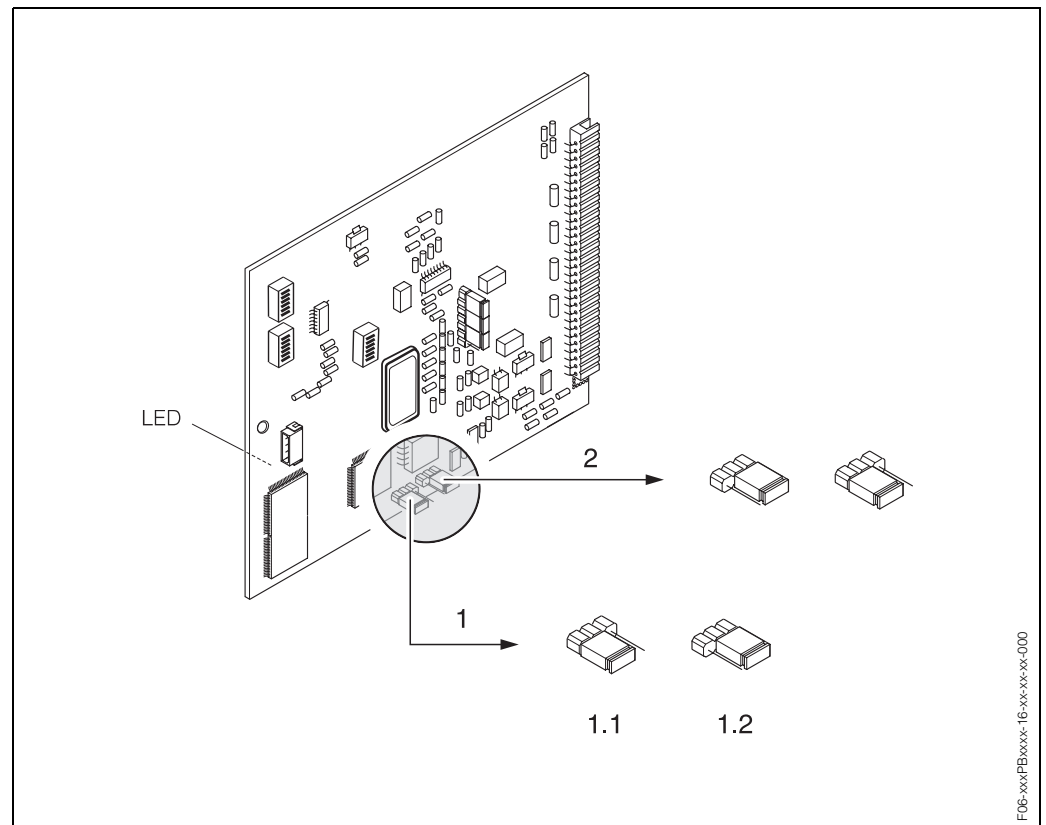

Fig. 39: Configuración del hardware (placa E/S)
3. Configure apropiadamente la protección contra escritura del hardware utilizando puentes de conexión (Fig. 39).